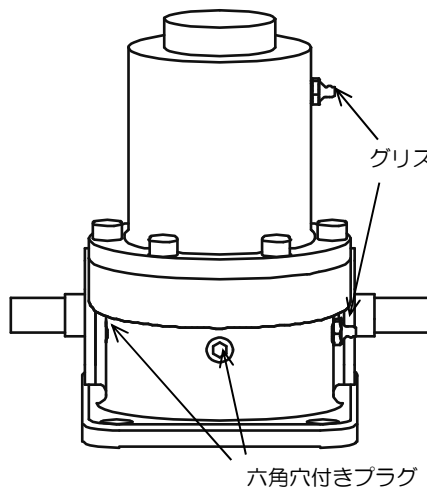
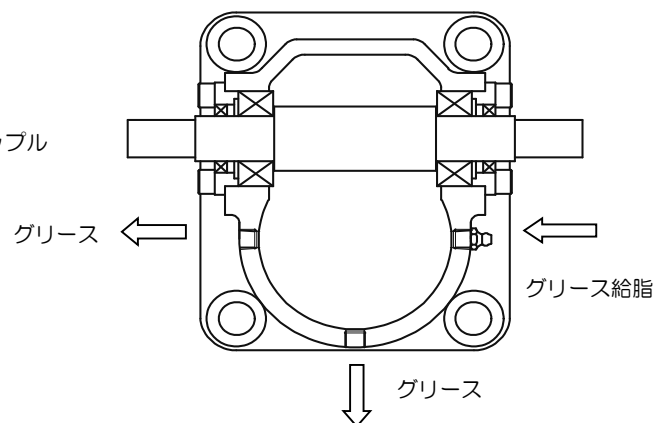

図4 グリスニップル位置
図5 給脂方法
3. JWM025、JWB025、JWH025以上の機種の減速部にはグリスニップルと六角穴付きプラグが取付けられています。(図4) グリスを給脂する際には、六角穴付きプラグを外し、グリスニップルから入れたグリスが、取外した六角穴付きプラグの穴からあふれ出るまでグリスを給脂してください。(図5)
※特型仕様の場合はグリスニップルの位置が「図4」とは異なる場合がありますので、納入図面をご確認ください。